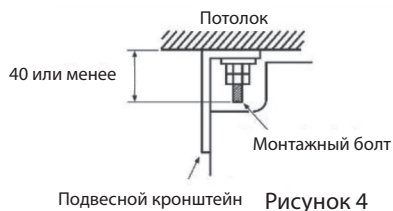

Рисунок 4
- Заранее отрегулируйте расстояние от блока до потолочной плиты. (см. рис.4)